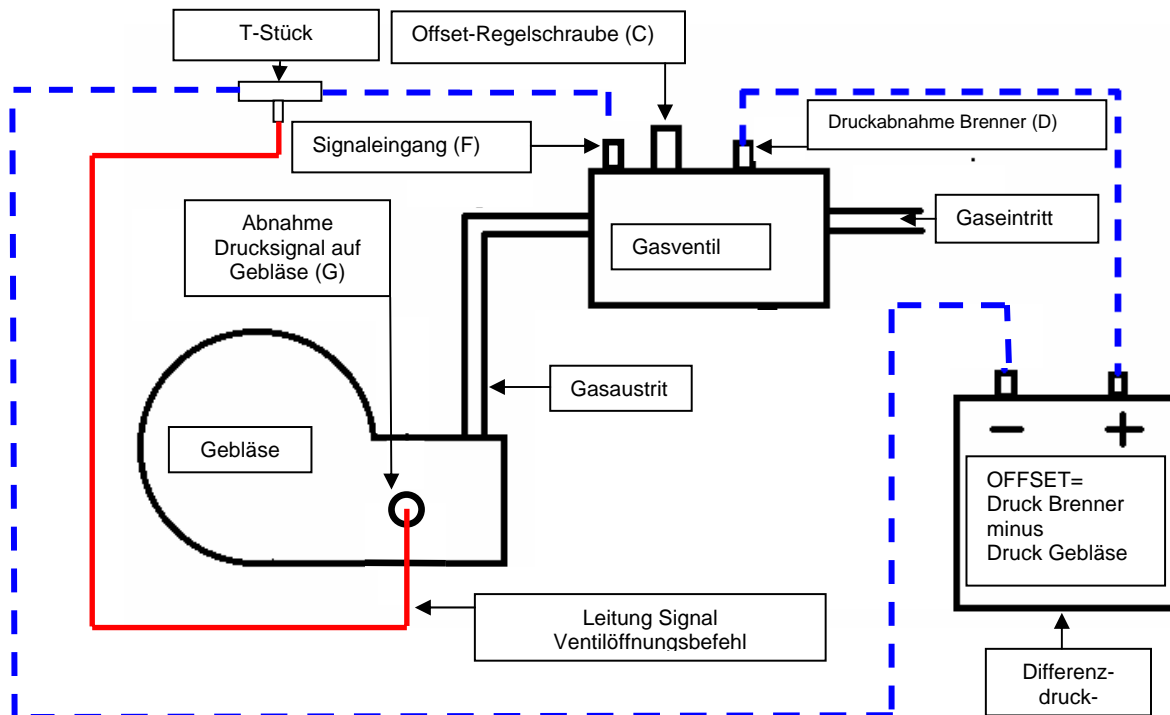

Abb. 16
- den negativen Anschluss (-) parallel zum Silikonschlauch, der das Gebläse (Verbinder „G“ Abb. 17) mit dem Eingang des Ventilöffnungssignals (F) verbindet; dazu setzt man wie auf dem Schema der Seite 20 gezeigt wird, ein T-förmiges Kupplungsstück zwischen den Silikonschlauch und den Eingang (Verbinder „F“ Abb. 16) zum Ventil.